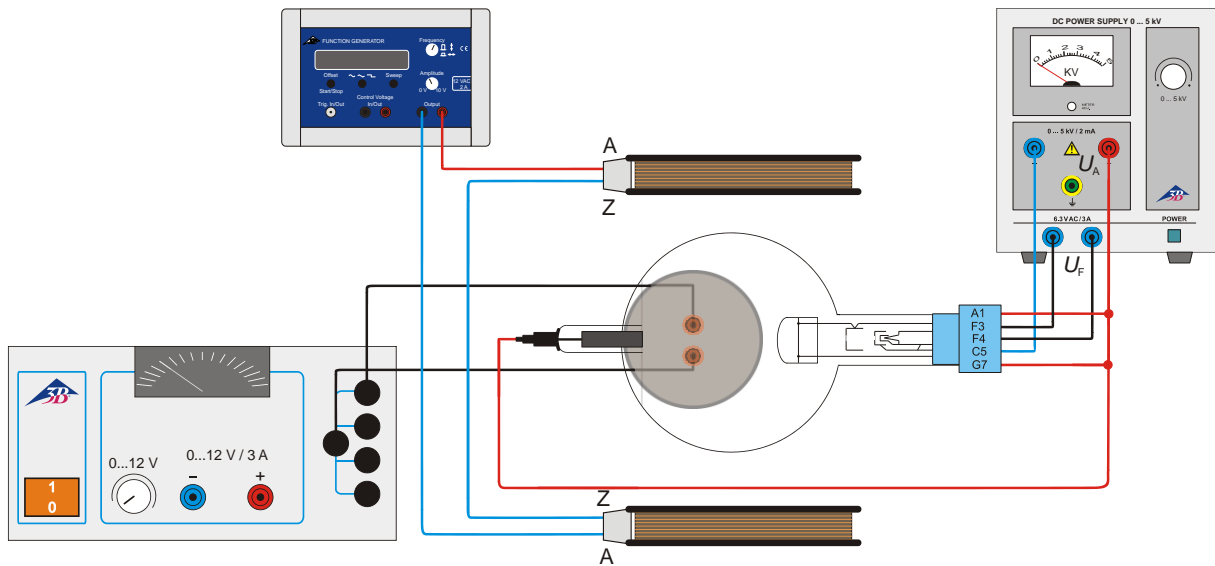

Fig.5 Desviación en campos magnéticos alternos cruzados (figuras de Lissajous)
- Realice el cableado de acuerdo con la Fig. 5.